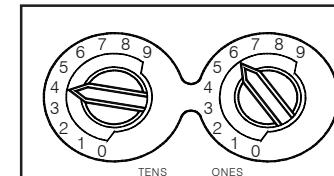

Abb. 3 Drehschalter für Adressierung
- Stellen sie die Melder-Adresse zwischen 01 und 99 mit einem Schlitzschraubendreher an den beiden Drehschaltern ein und vermerken Sie die Adresse auf dem Etikett auf dem Sockel. (s. Abb. 3)